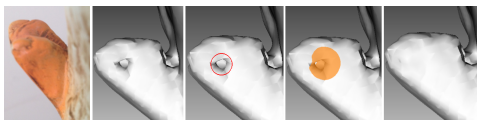

Рис. 8.19: *Кисть удаления деталей* в действии
5. Удерживая нажатой клавишу `Ctrl`, настройте размер пятна (см. 4 иллюстрацию на Рис. 8.19) или диаметр круга (см. 3 иллюстрацию на Рис. 8.19) с помощью Колеса прокрутки или клавиш `[` и `]`. Размеры пятна/круга должны соответствовать размеру удаляемого элемента.